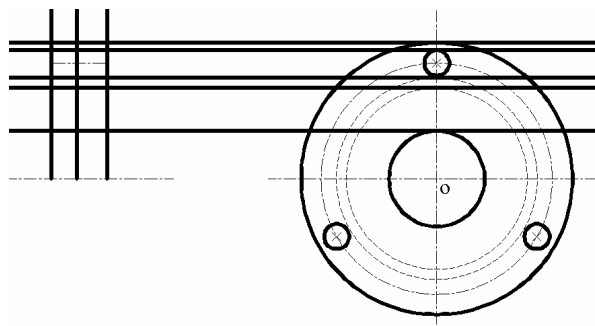

图 5-2-16
STEP 01 在轮廓线层中绘制轮廓线和虚线层上的圆的上部平行线，如图 5-2-16 所示。